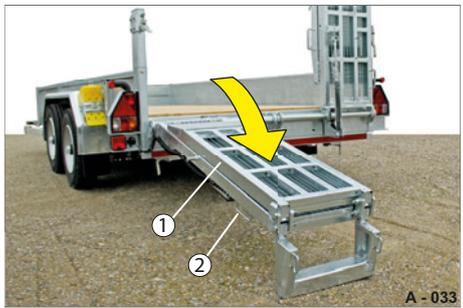

Abb. 35 Auffahrrampe ablassen
- ▶ Halten Sie die Auffahrrampe von außen an dem Griff (Abb. 35/2) fest.
- ▶ Ziehen bzw. Drücken Sie die Auffahr-rampe (Abb. 35/1) herunter, bis der Stützfuß am Untergrund aufliegt.